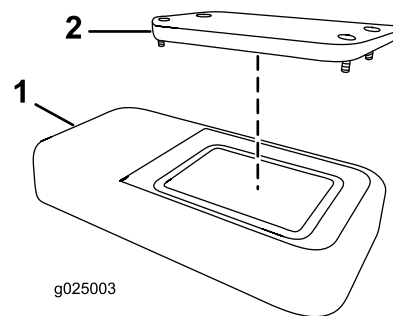

Bild 63
- Entfernen Sie die Abdeckung (Bild 63).